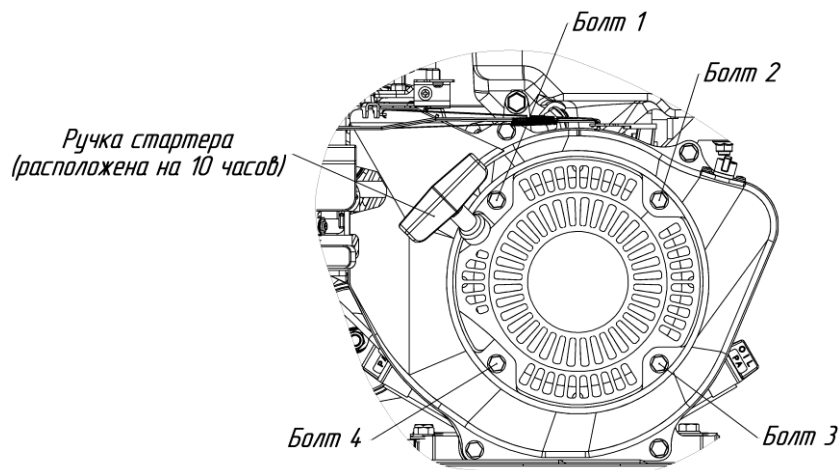

Рис.12 Схема крепления стартера на двигателе.
- открутить 4 болта (рис.12);
- установить стартер на место таким образом чтобы ручка стартера была расположена на 10 часов (рис.12);
- закрутить 4 болта (рис.12).